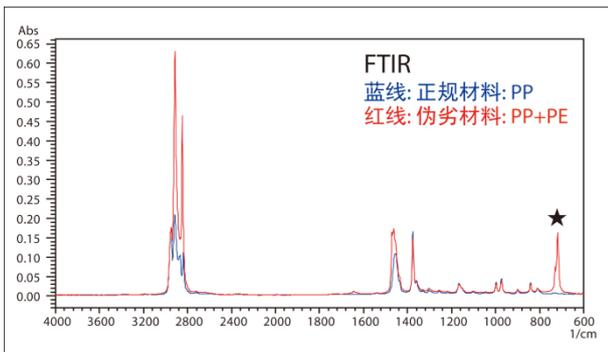

图4 正规 PP 和 PP+PE 的 FTIR 的分析结果
使用 FTIR 对正规聚丙烯 (PP) 材料和伪劣材料进行了分析。表 2 为分析条件；图 4 为光谱图。由图 4 可知，在 718 cm⁻¹ 处附近 (★记号) 检测到伪劣材料中存在的 CH₂ 水平振动的峰。根据光谱搜索结果，可以确认在伪劣材料的聚丙烯 (PP) 中混有聚乙烯 (PE)。